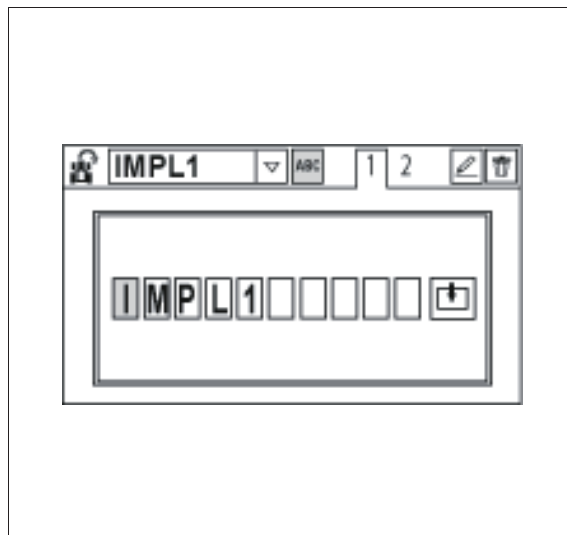

Fig. 6.
4. Cambie el nombre del programa *fig. 6*.